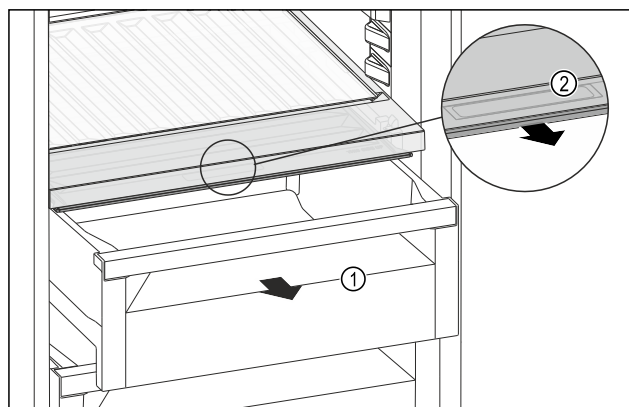

Fig. 199
- Zásuvku Fig. 199 (1) vytáhněte.
- Uchopte prohlubeň pro rukojeť Fig. 199 (2) na víku zásuvky a současně zatáhněte za víko zásuvky směrem dopředu.